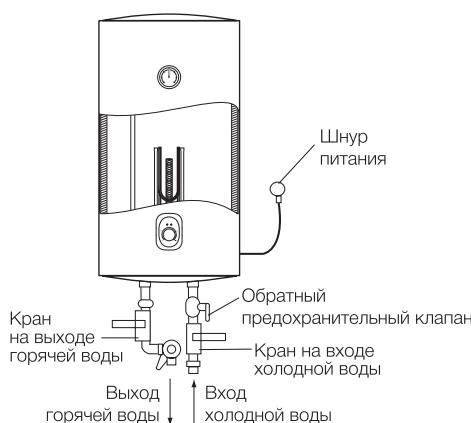

Рис. 5
- Предохранительный обратный клапан следует устанавливать в месте входа воды (см. рис. 5).